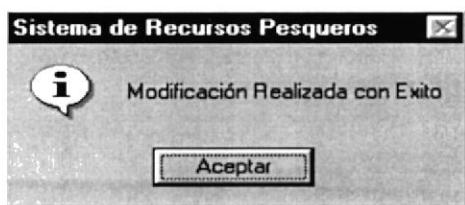

Figura 8.24 Mensaje de Modificación
3. Si se ha realizado una modificación se mostrará la siguiente pantalla (ver figura.8.24)